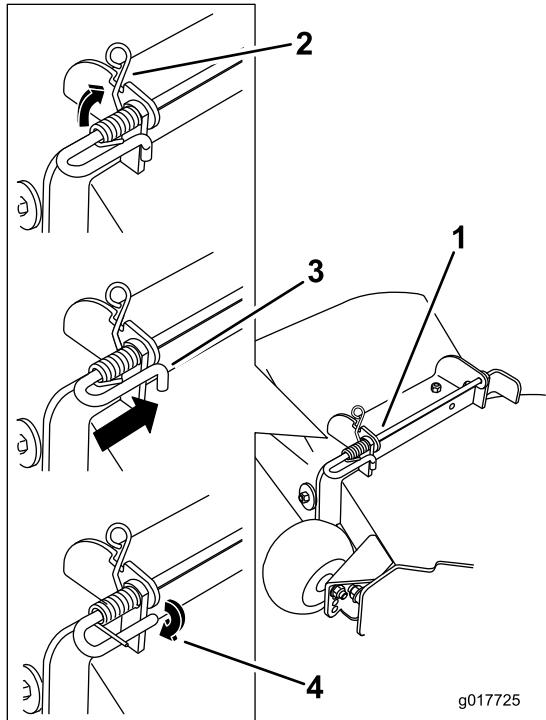

Figure 77
4. Soulevez le côté du ressort avec la boucle et placez-le dans le cran du support de déflecteur (Figure 77).
5. Fixez l'ensemble tige et ressort en le tournant de sorte à pouvoir placer l'extrémité courte de la tige derrière le support avant soudé au plateau de coupe (Figure 77).